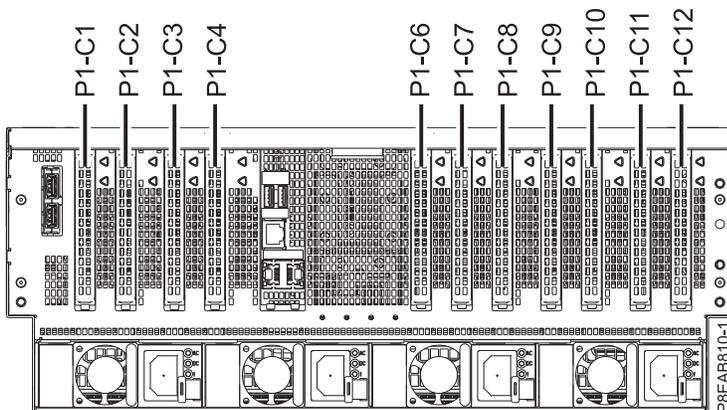

Abbildung 13. Positionen der PCIe-Adaptersteckplätze im System vom Typ 8408-44E oder 8408-E8E
1. Machen Sie sich mit den Positionen der PCIe-Adaptersteckplätze vertraut. Die PCIe-Adapter werden an der Rückseite des Systems installiert. In Abb. 13 werden die Positionen der PCIe-Adapter in einem System vom Typ 8408-44E oder 8408-E8E angezeigt.